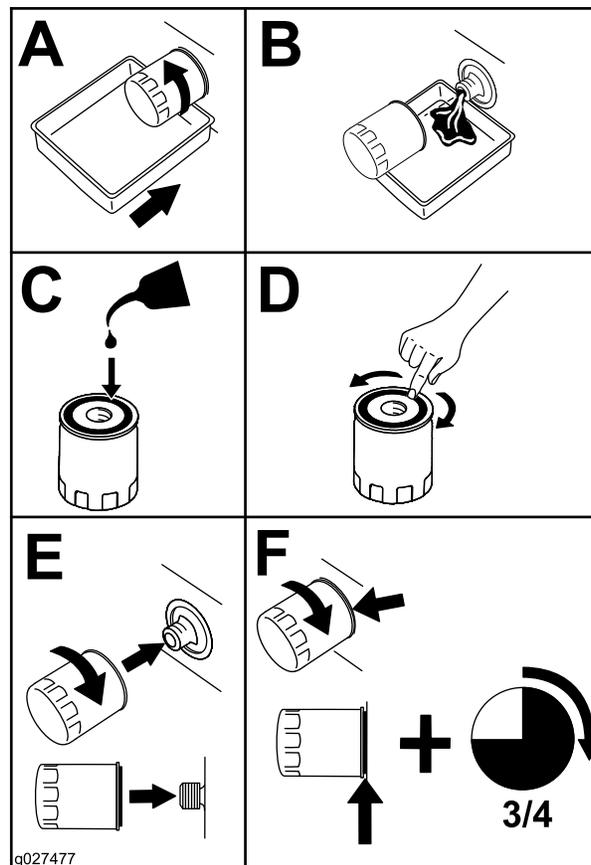

Рисунок 54
2. Замените масляный фильтр двигателя (Рисунок 54).